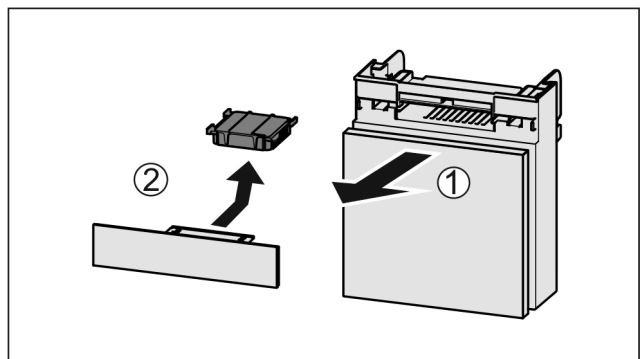

Fig. 263
- Tërhiqni kutinë nga përpara Fig. 263 (1).
- Hiqni filtrin me karbon aktiv Fig. 263 (2).